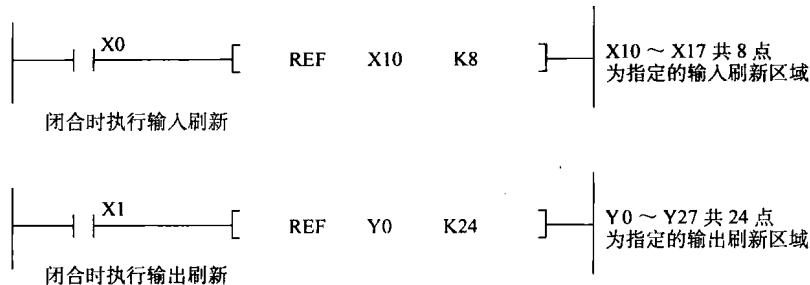

图 1-11 I/O 刷新指令程序示例
2) 因逐行扫描方式会造成输出信号的滞后，所以在运算过程中需要最新的输入信号以及希望立即输出运算结果时，可以使用 I/O 刷新指令 REF（见图 1-11）。此指令是“输入立即生效”和“输出立即动作”的命令。